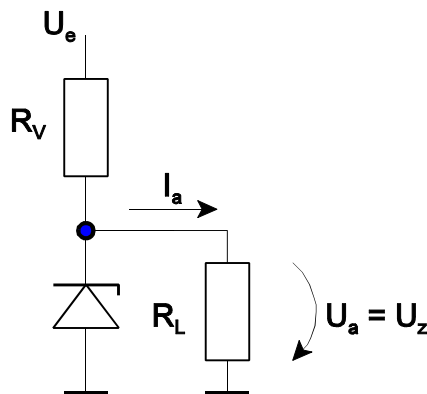

Abb. 6 Stabilisierungsschaltung mit Z-Diode
15. Abb. 6 zeigt eine Stabilisierungsschaltung mit Z-Diode. Dimensionieren Sie den Widerstand  $R_V$ .